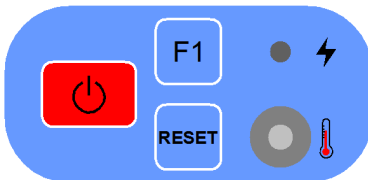
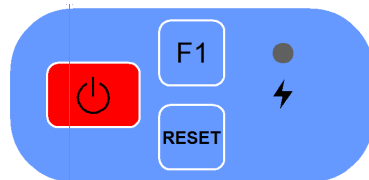

Bild 1: Tastenfeld beim VM100A
Bild 2: Tastenfeld beim VM100B
An der oberen Schmalseite finden Sie ein kleines Tastenfeld mit der Einschalttaste, der Resettaste und einer Funktionstaste. Beim VM100A befindet sich hier außerdem der Infrarot-Temperatursensor (Bild 1 und Bild 2). Die Lade-LED leuchtet bei Anschluss an ein USB-Ladegerät oder einen PC rot.
Das VM100 wird durch kurzes Drücken der roten Taste auf dem seitlichen Tastenfeld eingeschaltet (Bild 1 und Bild 2). Es startet immer mit den zuletzt gewählten Einstellungen und ist sofort einsatzbereit im Messbetrieb. Sollte die Akku vollständig entladen sein, kann der Anschluss eines Ladegeräts zum Starten erforderlich sein.
- Die Menüleiste zeigt das Datum und die Uhrzeit an. Beim VM100A sehen Sie darunter die gemessene Temperatur des eingebauten Infrarot-Sensors (Bild 1).